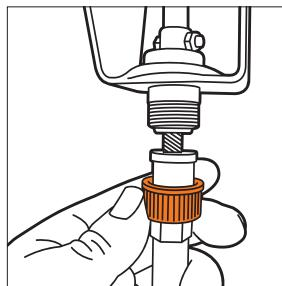

Рис. 10
- Соедините другой конец гибкого вала с рычагом поворота желоба, расположенным на панели оператора, зафиксируйте соединительной гайкой (Рис. 10).